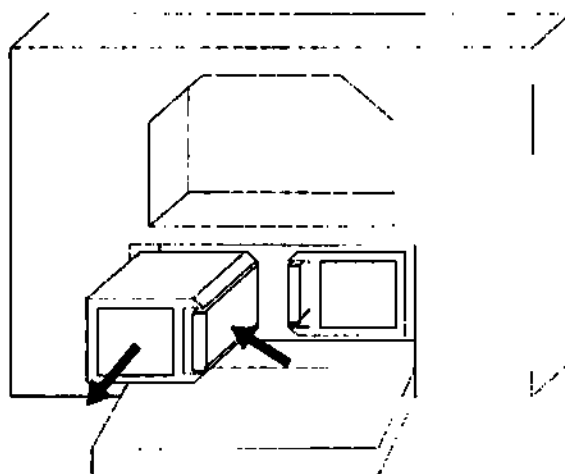

Рис. 30 – Выемка предохранителей
2. Предохранители располагаются в двух отдельных контейнерах, которые необходимо достать из гнезда: нажмите одновременно вниз и наружу на язычок блокировки, как показано на Рис. 30.